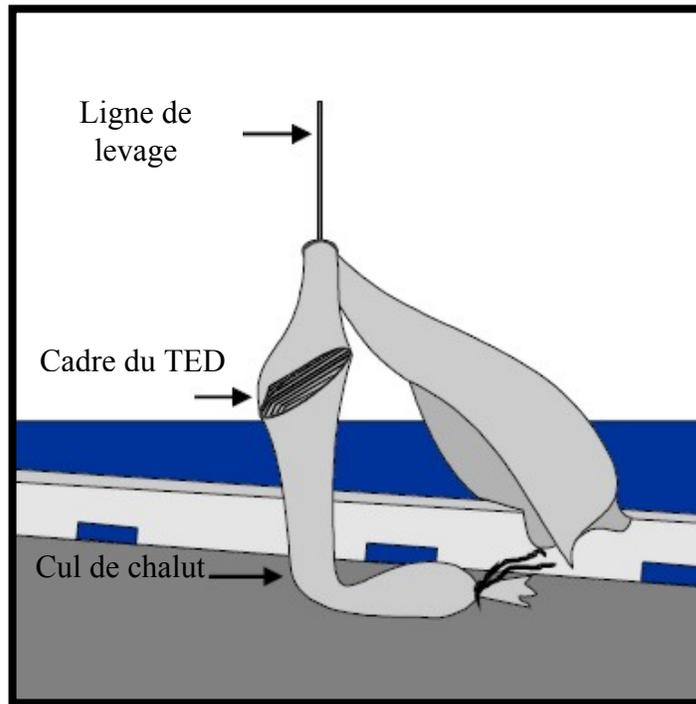

Figure 6 SUSPENSION DU TED POUR VÉRIFIER L'ANGLE
1. En utilisant une erse de cul du chalut, rassemblez une rangée régulière de mailles autour du corps du chalut situé à approximativement 1,2 mètres en avant du cadre du TED (Figure 6). Tirez la erse de cul serrée autour de la rangée régulière de mailles.